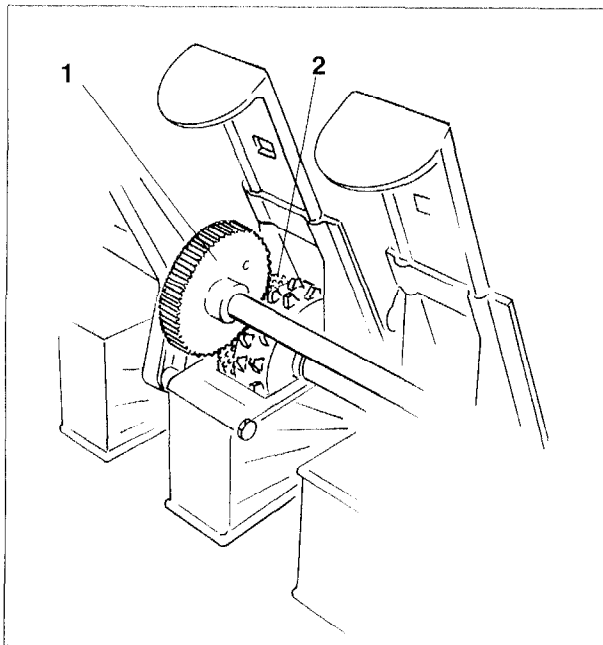

Fig. 7.27
- Zähne der Antriebsritzel (Fig. 7.27/1) und der Fahrgassenfeinsäräder (Fig. 7.27/2) in Eingriff bringen.